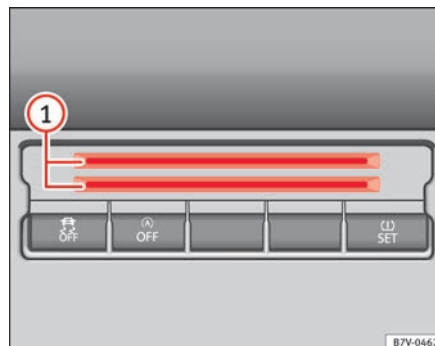

Fig. 106 Parte inferior de la consola central: compartimento para tarjetas.
En la parte inferior de la consola central hay un compartimento ⇒ fig. 106 ① para depositar monedas, tarjetas, resguardos de aparcamiento o similares.